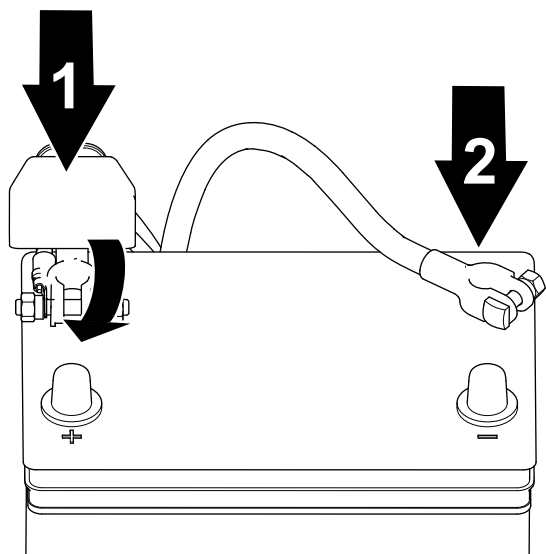

図 90
1. プラス+ケーブルをバッテリーに接続し、クランプナットで接続する 図 90。
2. マイナス-ケーブルをバッテリーに接続し、クランプナットで接続する 図 90。